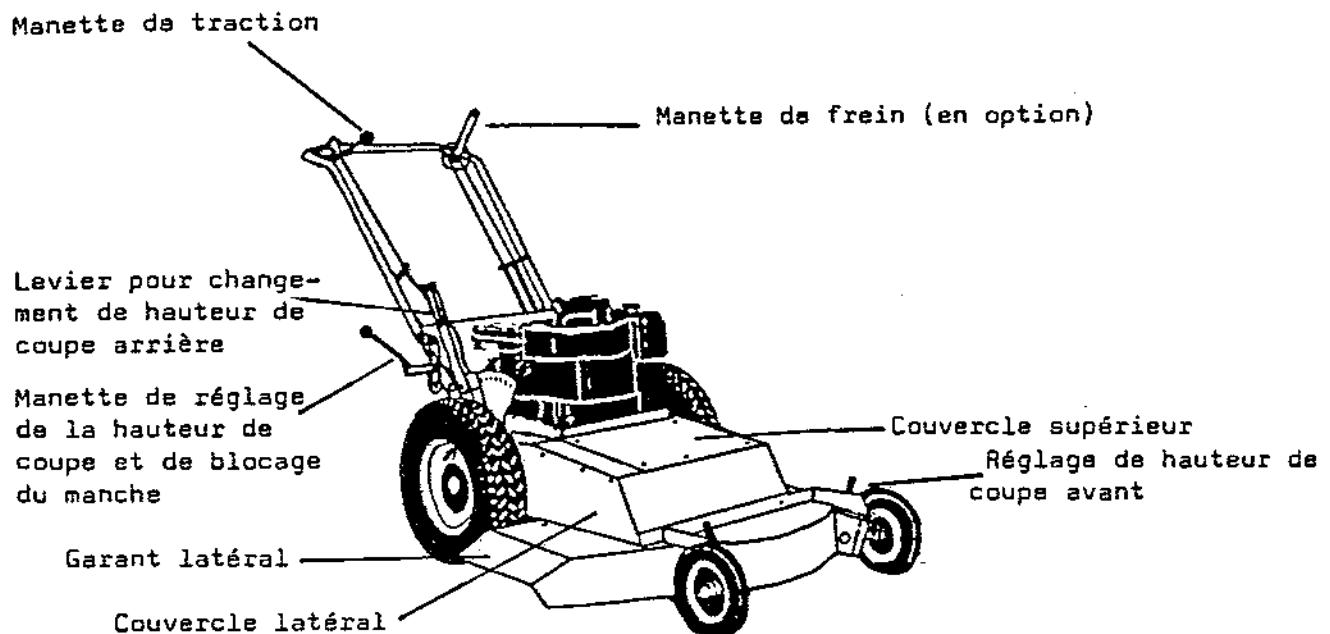

Figure 1
- A. Carter fermé à l'avant (voir fig. 1) avec 2 roues fixes Ø 200 mm - système de réglage rapide par levier à 5 positions, de 25 à 87 mm.
Avant de se servir de la tondeuse, veiller à monter les accessoires qui conviennent à l'usage que l'on veut en faire (fig. 1 à 4, pages 2 & 3).
1. Pour la tonte courante de moyennes ou grandes pelouses, monter la tondeuse carter fermé et 2 roues fixes (fig. 1)